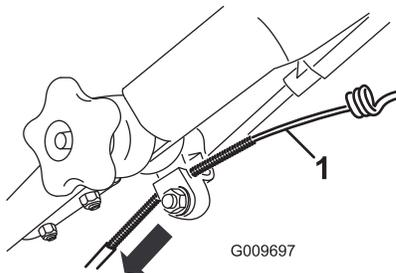

Bild 48
3. Ziehen Sie den Kabelmantel nach unten, bis der freigelegte Zug kein Spiel mehr hat (Bild 48).